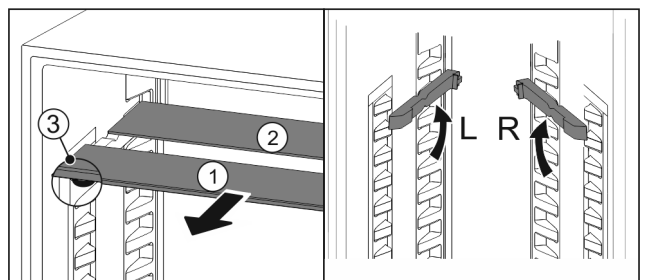

Fig. 48
- ▶ Izvucite Fig. 48 (1) staklene ploče jednu po jednu prema naprijed.
- ▷ Staklena ploča Fig. 48 (1) s ukrasnom letvicom nalazi se sprijeda.
- ▷ Zaustavljači Fig. 48 (3) su usmjereni prema dolje.